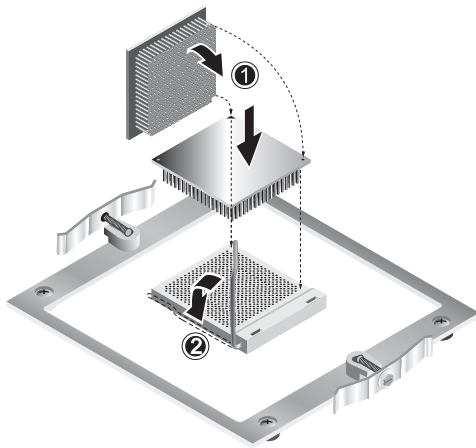

FIGURE 4-11 Installation du processeur
3. Alignez le processeur sur le connecteur pour que la broche 1 du processeur (indiquée par un angle à encoche) soit en face de l'orifice 1 du connecteur (indiqué par la flèche située dans l'angle du connecteur). Reportez-vous à la section FIGURE 4-11.
5. Lorsque le processeur se trouve dans le connecteur, poussez le levier de retenue du connecteur pour verrouiller le processeur (voir le point 2 de la FIGURE 4-11).